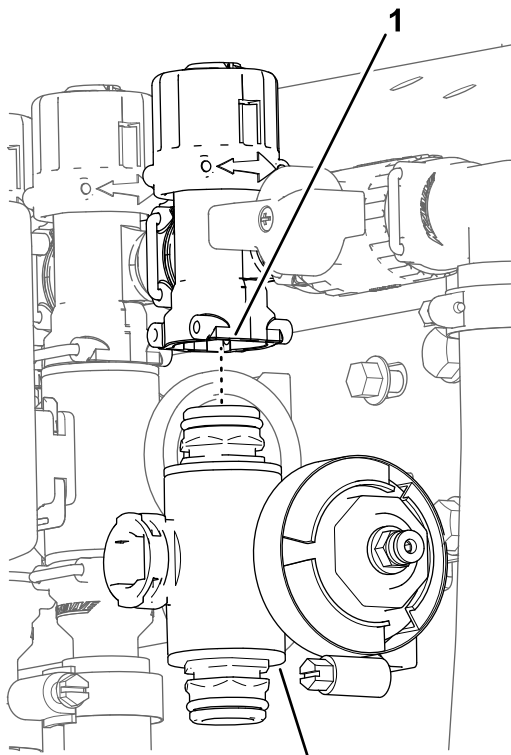

Figure 75
3. Pour les vannes des sections droite et gauche, retirez les boulons à embase et les contre-écrous à embase qui fixent la ou les vannes de section au support, puis déposez le ou les collecteurs de la machine ; pour la vanne de section centrale, déposez le collecteur correspondant de la machine (**Figure 75**).